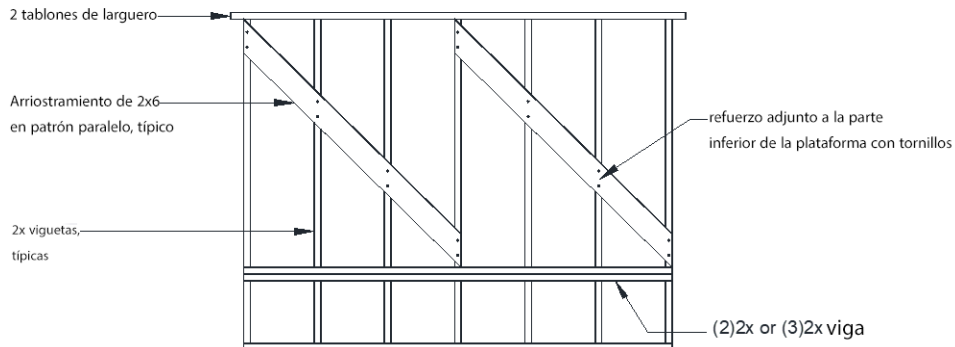
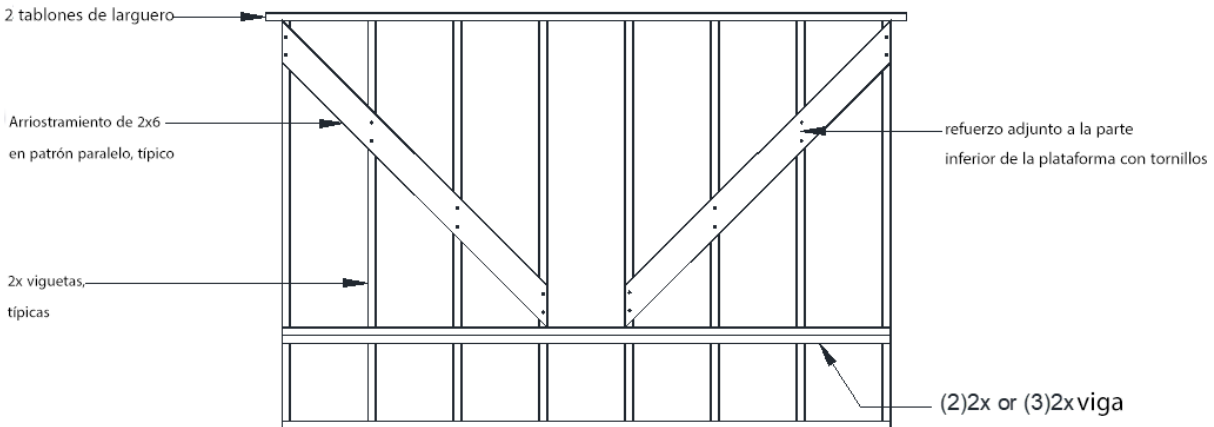

FIGURA 2: ARRIOSTRAMIENTO HORIZONTAL EN PATRÓN PARALELO
FIGURA 3: ARRIOSTRAMIENTO HORIZONTAL EN UN PATRÓN DE CHEVRON
- Coloque el arriostramiento en un patrón paralelo por FIGURA 2 o en un patrón de chevron por FIGURA 3.
- Por FIGURA 3, el arriostramiento no debe unirse a la misma vigueta en el punto del cheurón.